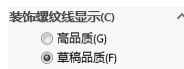

图 7-18 “装饰螺纹线显示”卷展栏
- “装饰螺纹线显示”卷展栏：如图 7-18 所示，其中“高品质”选项表示所有的模型信息都被装入内存（系统运行速度会受影响）；“草稿品质”选项表示将最小的模型信息装入内存，有些边线可能看起来丢失，打印质量也可能略受影响。